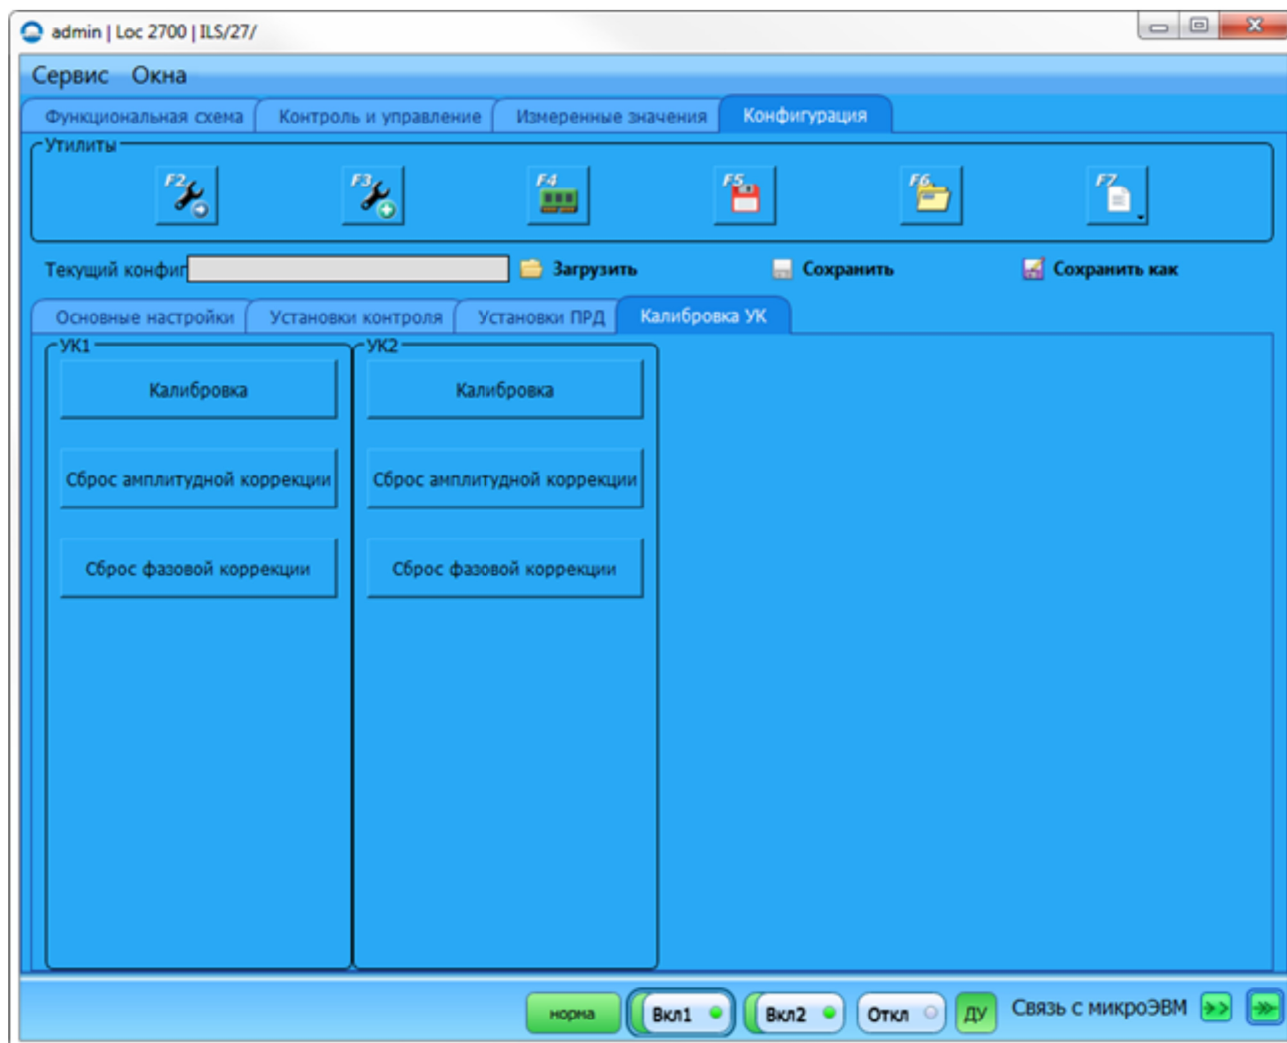

Рисунок 2.8 – Вкладка «Конфигурация» – «Калибровка УК»
2.6.2.4 Вкладка «Конфигурация» – «Калибровка» (рисунок 2.8) позволяет откалибровать устройства контроля в автоматическом режиме. Данная операция доступна пользователю с уровнем доступа инженер. Выполнение калибровки устройств контроля допускается при условии исправности передающего тракта радиомаяка и соответствии ЭД. Выполняется после подтверждения номинальных параметров при проведении периодической летной проверки или замены УК из состава ЗИП.